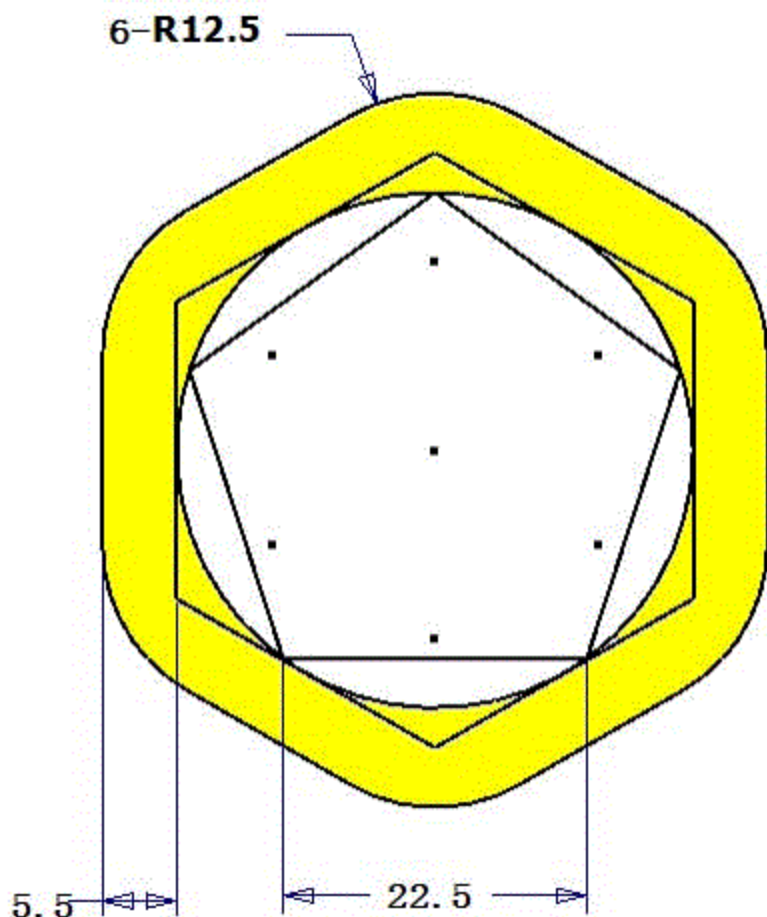

图2-51
练习3: 绘制如图2-51所示的图形, 并测量黄色区域的面积。
- 1) 按图2-51所示依次绘制五边形、圆、六边形（小）、六边形（大），并标注尺寸；